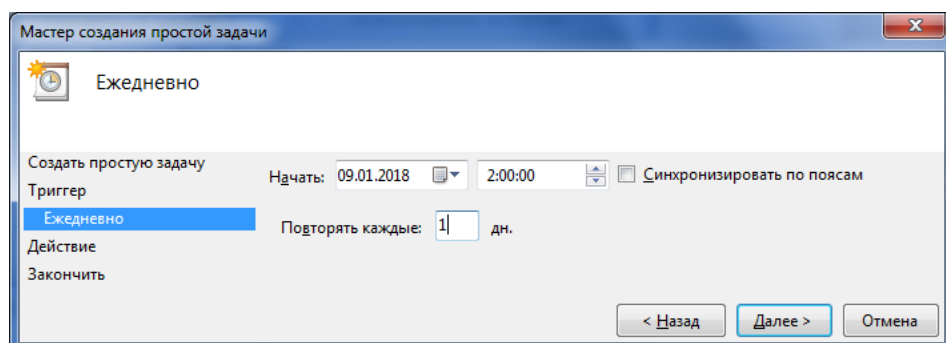

Рисунок 8.32 — Установка времени выполнения задания
- В следующем окне укажите время выполнения задания и дату начала выполнения. Рекомендуется выбрать время с минимальной активностью объектового оборудования и минимальной загруженностью серверного ПК. Обычно это ночные часы (с 1:00 до 5:00). Затем нажмите кнопку *Далее* (см. рисунок 8.32).